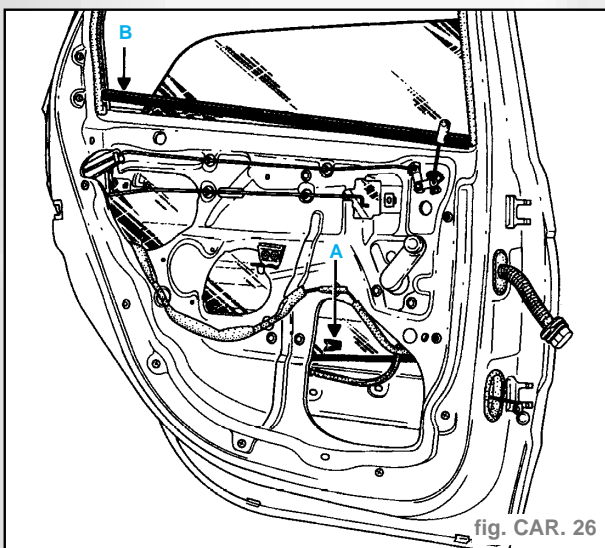

fig. CAR. 26
- le lécheur intérieur de porte (B) (fig. CAR. 26).
- Déposer la fourchette de fixation (A) comme indiqué ci-dessous (fig. CAR. 26 ET 27).